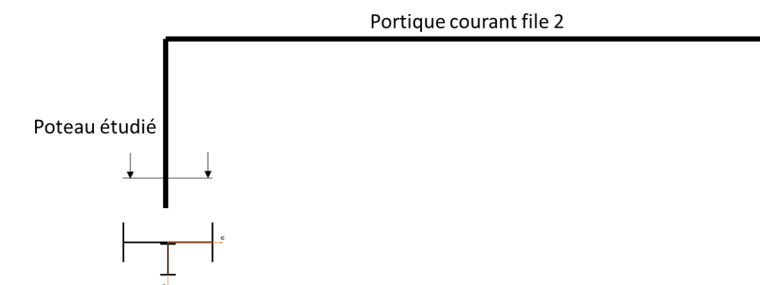

Figure 4
**Question 10 :** Est-ce que le poteau est placé suivant sa plus forte inertie, dans la file 2 ? (Voir la **figure 4**)